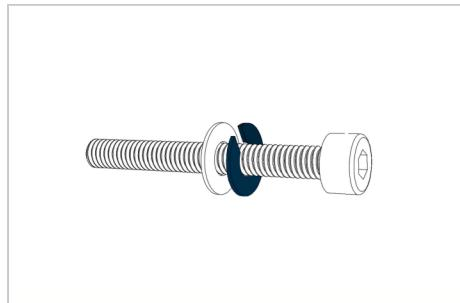

Figura 1
**Antes de empezar:** Es importante que preste atención al orden correcto del tornillo de montaje largo. Primero deslice la arandela de presión (escriba con la ranura) y luego la arandela normal en el tornillo. (Figura 1)